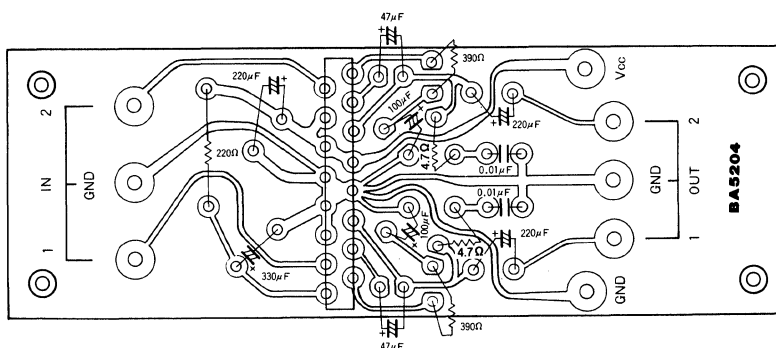

Fig.17 プリント基板アートワーク例
(1) プリント基板アートワーク上の注意 (Fig.17参照)
GNDラインの引きまわしは、ICのGND端子 (8pin, 9pin) でワンポイントアースとなるようにしてください。これは出力側大電流ラインによって入力側が影響を受けることを防ぐために必ず必要です。また、フィルタ端子 (1pin) の接続を Fig.17のようにしてください。リップル除去率に影響を与える場合があります。